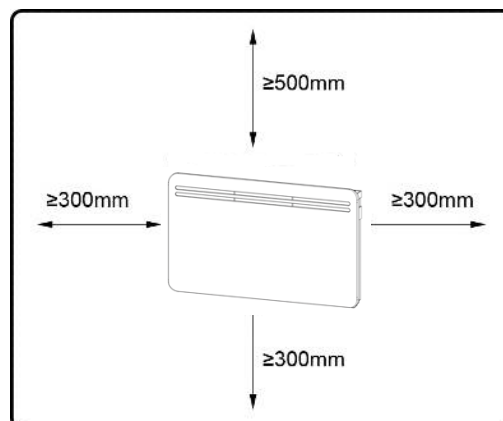

Fig. 1
1/ Bepaal de juiste locatie (Fig. 1)
- Let op de minimale afstanden tussen het apparaat en muren, vloeren, meubels, gordijnen enz. (zoals gevraagd in Fig. 1).